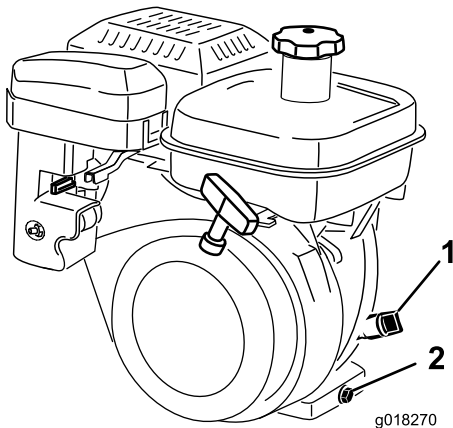

Figura 34
2. Coloque la máquina con el motor nivelado, y limpie la zona alrededor del indicador del nivel de aceite (Figura 34).
3. Retire la varilla del nivel de aceite girándola en sentido antihorario (Figura 34).
2. En la parte trasera de la máquina, coloque un recipiente debajo del tapón de vaciado (Figura 34). Afloje el tapón de vaciado.